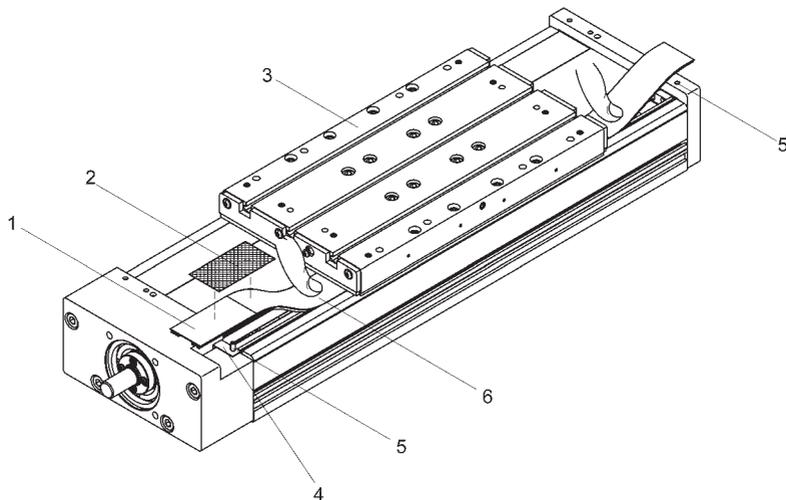

Fig. 11
1. **Fig. 11:** Fare avanzare la slitta (3) fino alla posizione posteriore di finecorsa (cuscinetto mobile).
2. Allentare il perno filettato in alto (5) della sede del cuscinetto e del coperchio di chiusura.
3. Estrarre la vecchia bandella di protezione (6) con la lastra di serraggio (4) dalla sede del cuscinetto fisso in direzione del cuscinetto mobile, finché non si trova a circa 20 cm prima della slitta (attenzione: non attraverso la slitta).